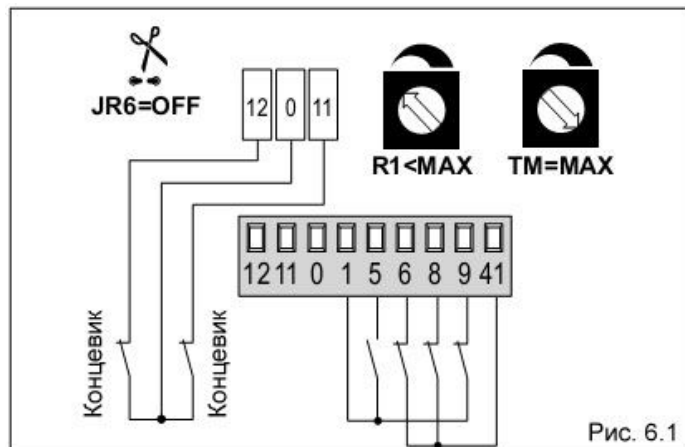
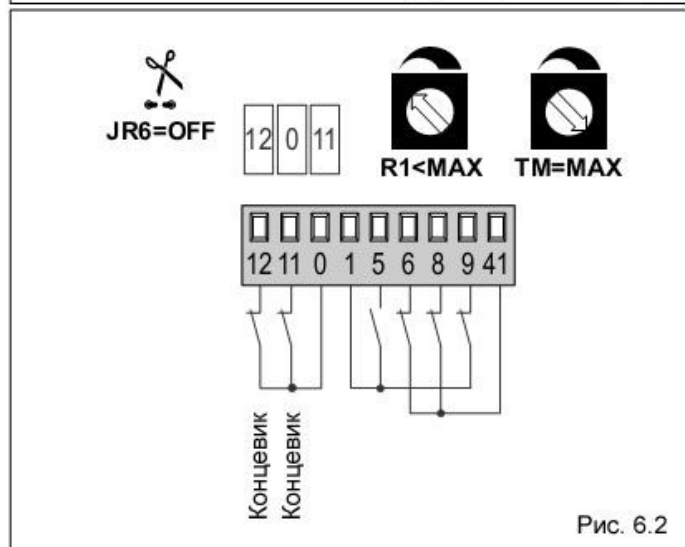

Рис. 6.1
Рис. 6.2
- присоедините Н.З. контакты концевиков положения "открыто" и "закрыто" к зажимам 12-0-11 (Рис. 6.1) или к клемма 0-11-12 (Рис. 6.2).